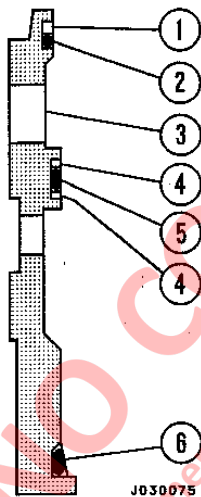

FIGURA 3-7 FIJACION DEL SELLO DE LA CAMISA
1. Monte un anillo de goma (2, Figura 3-7) en la ranura más pequeña (en la parte superior) de la camisa del regulador (3). Monte el anillo de goma (5) en la ranura del medio en la camisa del regulador. Monte el anillo de goma (6) en la ranura más grande (en la parte inferior) de la camisa del regulador.
2. Monte un anillo dividido de respaldo de nylon (4) en cada costado del anillo de goma (5) ubicado en el medio de la camisa del regulador.
3. Monte un anillo dividido de respaldo de nylon detrás del anillo de goma (2) ubicado en el extremo superior de la camisa. Este anillo de goma es el más pequeño de los tres anillos de goma. Coloque el anillo de respaldo de modo que quede al lado de la parte superior de la camisa del regulador. La parte superior de la camisa es el extremo con el diámetro exterior más pequeño.